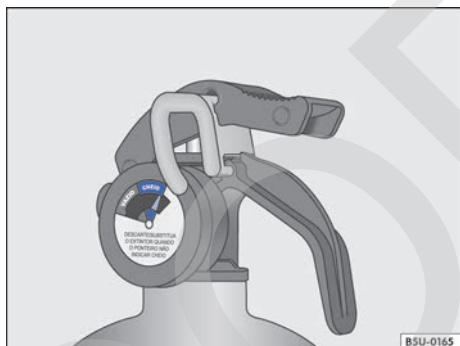

Fig. 151 En el extintor de incendio: indicador de carga (manómetro).
- Carga - el puntero debe estar en la franja verde del manómetro (cargada) ⇒ fig. 151.